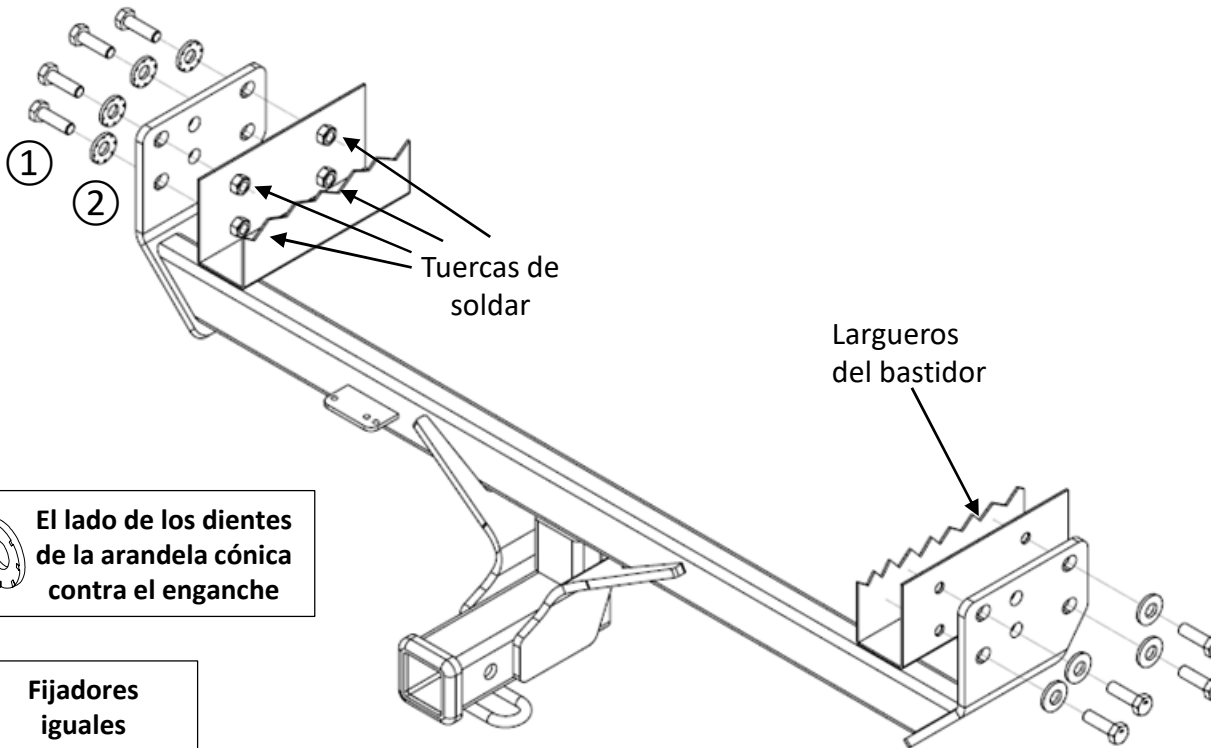
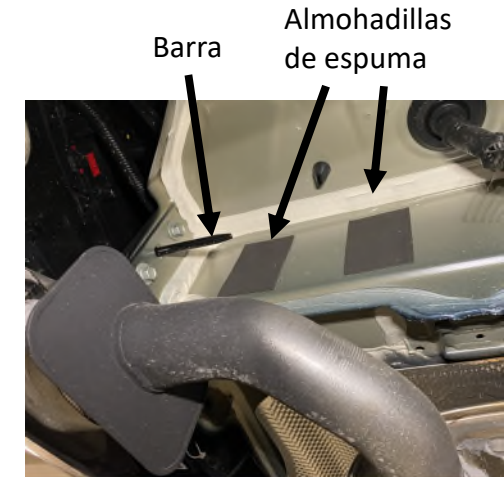

Figura 1
Figura 2
- Quitar los biselés del escape:** Con un cubo de 10 mm, quitar (2) tuercas de brida de la parte inferior de bisel del escape, ambos lados. Quitar los biselés del escape y conservarlos para la reinstalación.
- Bajar el silenciador del escape:** Con unos alicates de extracción del escape y agua jabonosa, quitar los colgantes de goma en (2) puntos. Asegurarse de apoyar el escape antes de quitar los colgantes de goma. Halar suavemente de la fascia del parachoques hacia atrás para bajar el escape.
- Quitar las almohadillas de espuma:** Con un destornillador de cabeza plana, quitar (2) almohadillas de espuma de los largueros del bastidor laterales, ambos lados, ver la Figura 2.
- Instalar el enganche:** Con la llave Channellock, doblar ligeramente el extremo de la barra que se encuentra detrás del panel final, en ambos lados, ver la Figura 2. Con un cepillo metálico, limpiar las tuercas de soldar detrás de las almohadillas de espuma que se quitaron en el paso 3. Levantar el enganche a su posición y alinearlos con la ubicación de la tuerca de soldar. Instalar sin apretar los pernos M12 ① y arandelas cónicas de 1/2" ②, ver la Figura 1.
2. Bajar el silenciador del escape: Con unos alicates de extracción del escape y agua jabonosa, quitar los colgantes de goma en (2) puntos. Asegurarse de apoyar el escape antes de quitar los colgantes de goma. Halar suavemente de la fascia del parachoques hacia atrás para bajar el escape.
3. Quitar las almohadillas de espuma: Con un destornillador de cabeza plana, quitar (2) almohadillas de espuma de los largueros del bastidor laterales, ambos lados, ver la Figura 2.
4. Instalar el enganche: Con la llave Channellock, doblar ligeramente el extremo de la barra que se encuentra detrás del panel final, en ambos lados, ver la Figura 2. Con un cepillo metálico, limpiar las tuercas de soldar detrás de las almohadillas de espuma que se quitaron en el paso 3. Levantar el enganche a su posición y alinearlo con la ubicación de la tuerca de soldar. Instalar sin apretar los pernos M12 ① y arandelas cónicas de 1/2" ②, ver la Figura 1.